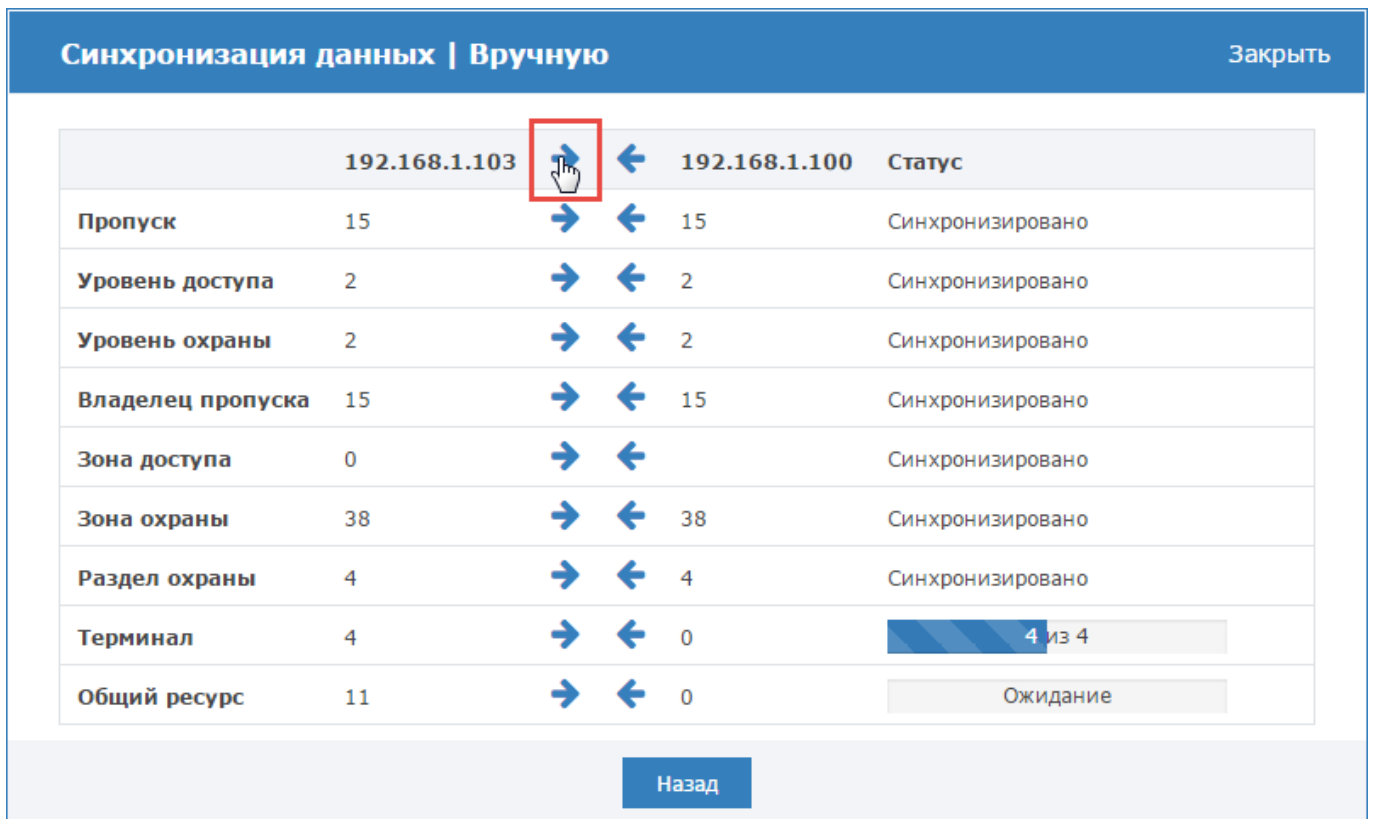

Рисунок 2.5 — Синхронизация данных по типам
- Для синхронизации данных нажмите в требуемой ячейке и в следующем окне с помощью стрелок влево/вправо выберите направление и выполните синхронизацию по всем типам данных (рисунок 2.5).